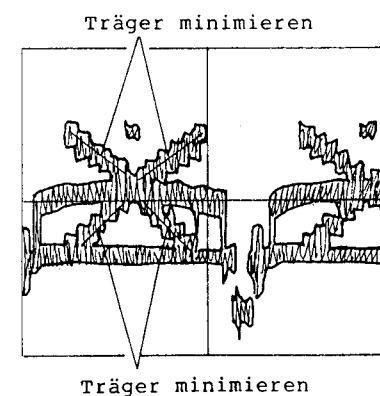

Abb. 4-9
12) Weißbalance (Abb. 4-9, 4-52)
Abgleich mit Hilfe des Oszilloskops (Abb. 4-9)